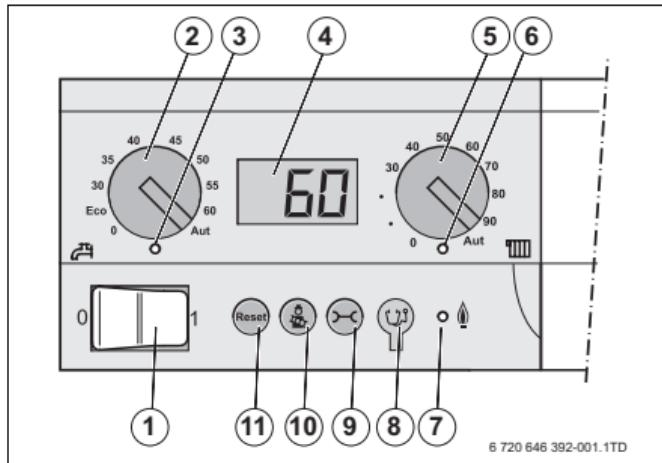

Bild 4 Bedienfeld – Bedienelemente
- Beide Drehschalter an der Bedieneinheit (→ Bild 4, [2] und [5]) in Stellung „AUT“ stellen, damit alle Einstellungen über die Bedieneinheit vorgenommen werden können.